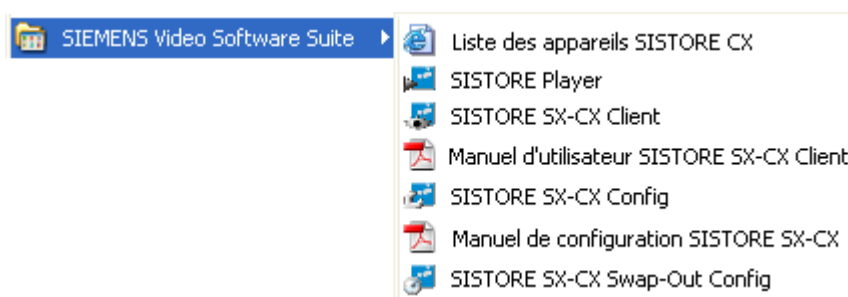

Fig. 11 Menu de démarrage de SISTORE CX
1. Sélectionnez Démarrer > Programmes > SIEMENS Video Software Suite > SISTORE CX Configuration Manual dans le menu Démarrer de Windows (cf. Fig. 11)